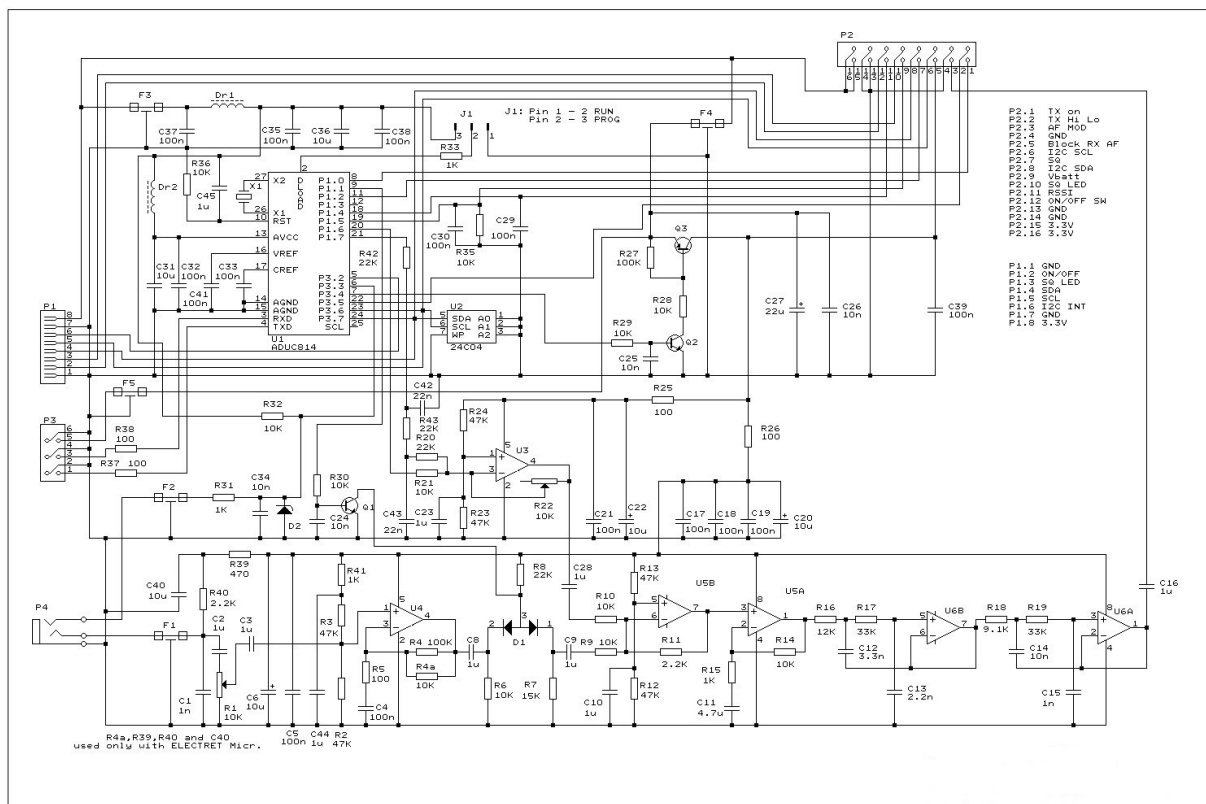

Fig. 5 Diagram af CPU og modulator
Diagram af CPU printet er vist på fig.5. På dette print findes en microconverter (ADuC814 fra Analog Device) der er af 8051 typen. Denne har 8 KB program hukommelse, 640 bytes EEPROM, 256 bytes RAM, 12 bits A/D convertere, to 12 bits D/A convertere og en 2,5V reference spænding til A/D og D/A convertterne. Endvidere findes der et serielt interface der bruges til setup og downloading af program (i hex kode) til microconverteren. Dette serielle interface er med "TTL" niveauer (0 eller 3,3V) og kan ikke forbindes direkte til en PC uden et interface der kan være USB, Bluetooth eller et RS232 interface. Jeg har selv valgt et USB interface fra det tyske firma ELV. Dette interface (UM2102) er nemt at tilslutte og koster ca. 6 EUR se (2) For at kunne downloade et (nyt) program skal jumperen J1 sættes mellem pin 2 og 3. Ved normal drift sættes jumperen mellem pin 1 og 2. A/D convertterne bruges til måling af batterispænding og feltstyrke, D/A convertterne bruges til at generere pilottonerne samt en 1750 Hz tone. Microconverteren styrer via en I2C bus SI571 oscillatoren på bundprintet og tastatur samt LCD på forplade printet. Udover kredsløb til tast af senderen og spændingsstyring i sendestilling findes modulatorens også her. Denne består af en forforstærker (LMV321) med en forbedring på 6 dB/Oktav (300 Hz - 4 KHz) der efterfølges af en diodeklipper således at LF niveauet fra forforstærkeren begrænses til maks. 500 mVpp. Komponenterne R4a,R39, R40 og C40 bruges kun hvis der anvendes en electret mikrofon. Denne giver et større signal ud og derfor mindsker forstærkningen i U4 ved at montere R4a. Efter diodeklipperen følger et "adder" kredsløb med U5B der bruges til at addere signaler fra klippe kredsløbet og tonegeneratorerne (pilottoner og 1750 Hz tone). Dette kredsløb efterfølges af en forstærker (U5A) og et 4 polet aktivt lavpasfilter (U6B og U6A) med en grænsefrekvens på 2,8 KHz. Det nu forstærkede og filtrerede signal føres via et potmeter til justering af senderens frekvenssving til den analoge indgang på SI571. Potmeter og SI571 findes på bundprintet. Til at lave pilottoner og 1750 Hz toner bruges